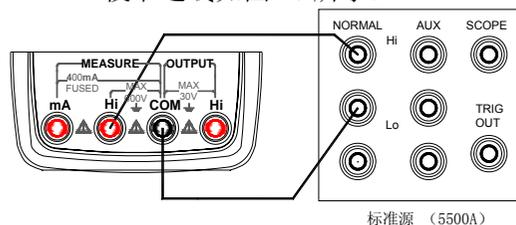

图 10. 直流电压校准
1. 校准连线如图 10 所示:
1. 校准连线如图 10 直流电压校准所示:
2. 将旋钮开关设定在  $\bar{V}$  档, 先按  $\text{AC}$  键选择交流 (AC), 再按  $\text{START RANGE}$  键选取交流电压的量程, 然后